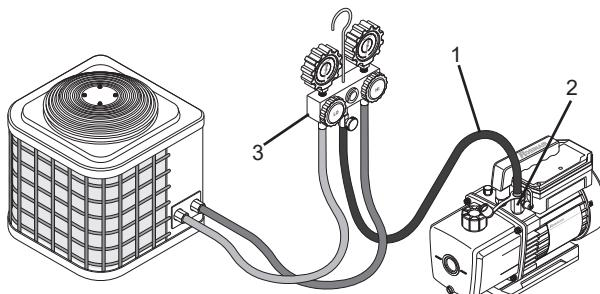

Figura 6
3. Collegare un tubo flessibile di servizio di refrigerazione (1) all'ingresso della pompa per vuoto (2) e al set di indicatori del collettore (3) (*vedi Figura 6*).
4. Collegare i tubi flessibili di servizio lato alto e lato basso alle rispettive porte di servizio dell'impianto A/(vedi Figura 6)C-R.
1. Chiudere la/le valvola/e del collettore tra la pompa e l'impianto (*vedi Figura 6*).
2. Rimuovere il tubo flessibile dall'ingresso della pompa (2) (*vedi Figura 6*).
4. Coprire la porta di ingresso per evitare che eventuali contaminazioni o particelle entrino nella porta (2) (*vedi Figura 6*).